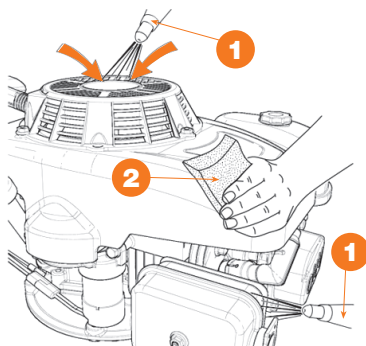

Рис. 27
- С помощью струи сжатого воздуха **1**, удалить с глушителя и его защиты любой горючий мусор и грязь (Рис. 27).